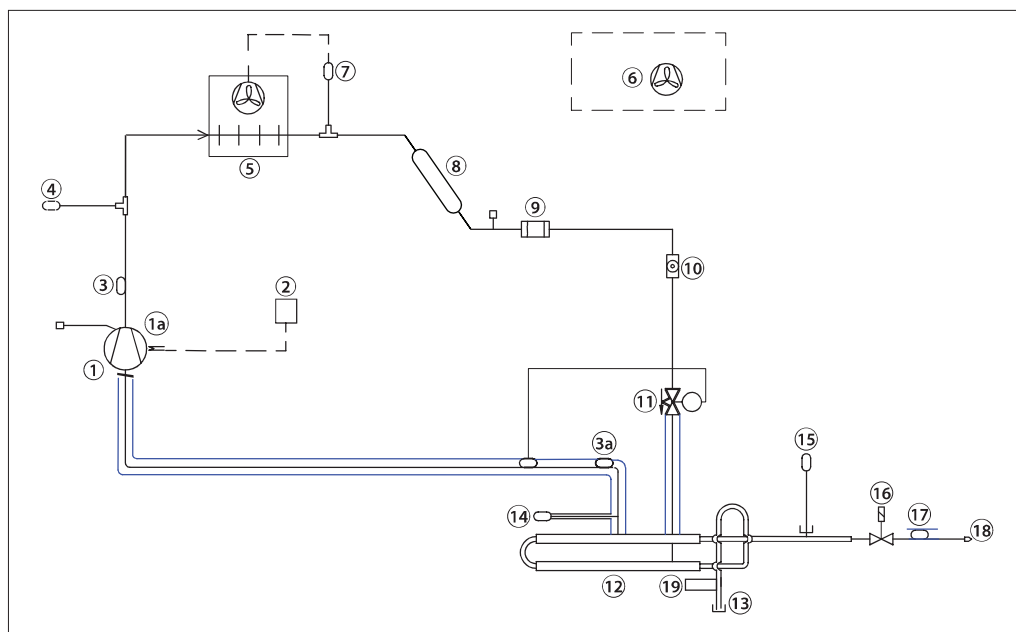

Fig. 1 Disposizione unità di spurgo R290
** Vedere Fig. 1 e Fig. 10a
L'unità di spurgo necessita solo di 1 connessione meccanica (vedere fig. 1). L'ammoniaca/i gas N.C. fluiscono dall'impianto principale tramite la flangia per ammoniaca (vedere 13 nella Fig. 1 sottostante), mentre i gas N.C. vengono spurgati tramite il tubo di sfianto a valle del restrittore di spurgo (18).